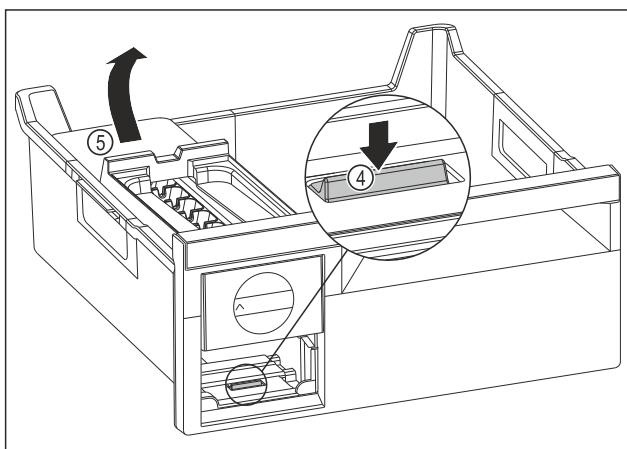

Fig. 87
- Scoaterea corpului EasyTwist-Ice: Apăsați eclisa Fig. 87 (4) cu degetele în jos și concomitent cu cealaltă mână ridicați corpul EasyTwist-Ice Fig. 87 (5) din spate.